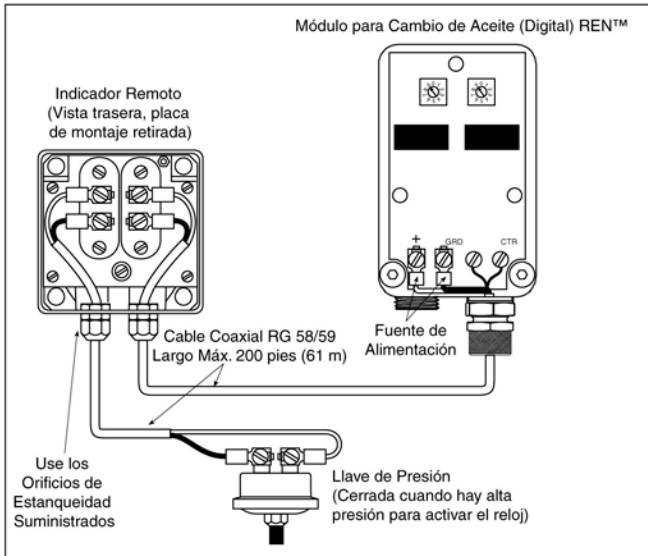

Figura 4 – Conexión Típica para un Indicador Dual con Unidad Remota
Paso 3 – Para conexión al Módulo y control de reloj, la malla del cable es conectada según enseñado en la Figura 4 y no deberá ser aterrada a la maquinaria en más de un punto, (múltiples tierras pueden producir fuertes señales espurias de hasta 30 V positivos o negativos de las señales que serán contadas), sin embargo la aplicación de esos voltajes por más de algunos minutos puede dañar la batería interna.